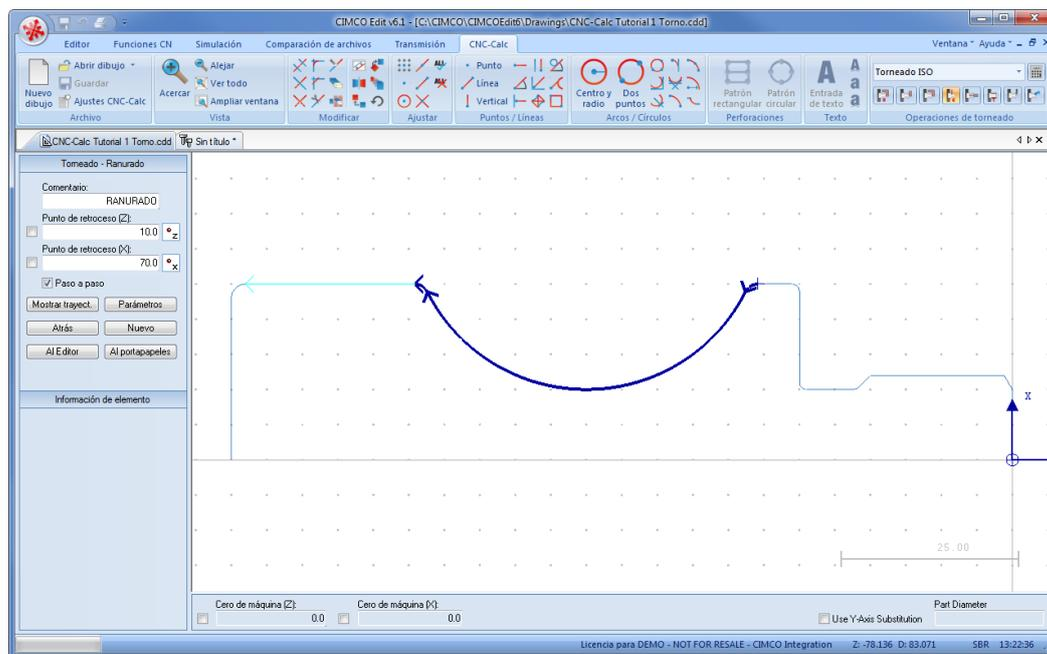

Figura 15.10: Selección del contorno para la operación de ranurado.
2. Seleccione el contorno mostrado en la Figura 15.10. Para ello, empiece a la derecha de la hendidura central seleccionando la esquina redondeada, con la flecha de dirección hacia la izquierda. Seleccione a continuación los dos elementos siguientes.